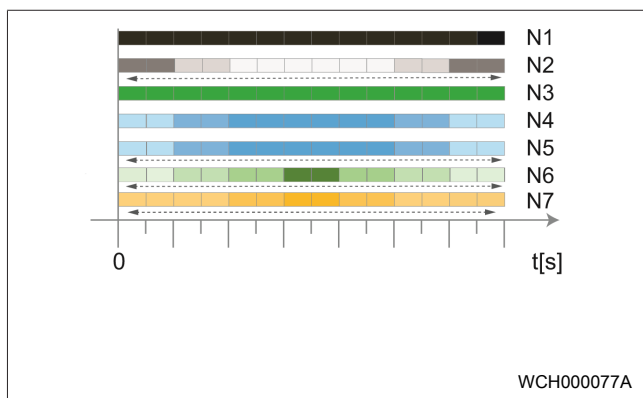

Fig. 15
- Il LED passa da verde (N3) a blu pulsante (N4). V. Fig. 15.